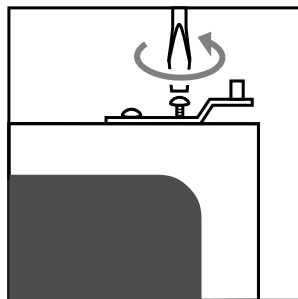

fig. 9b
- Verwijder het scharnier dat nu aan de bovenzijde zit (zie fig. 9b). Let op: het ringetje hoort bij het onderste scharnier.